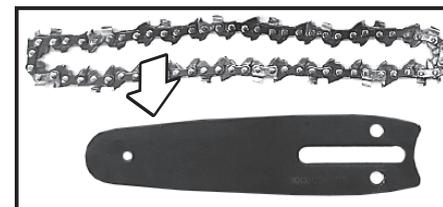

Figura 6
2. Coloque la cadena en la espada (Figura 6).